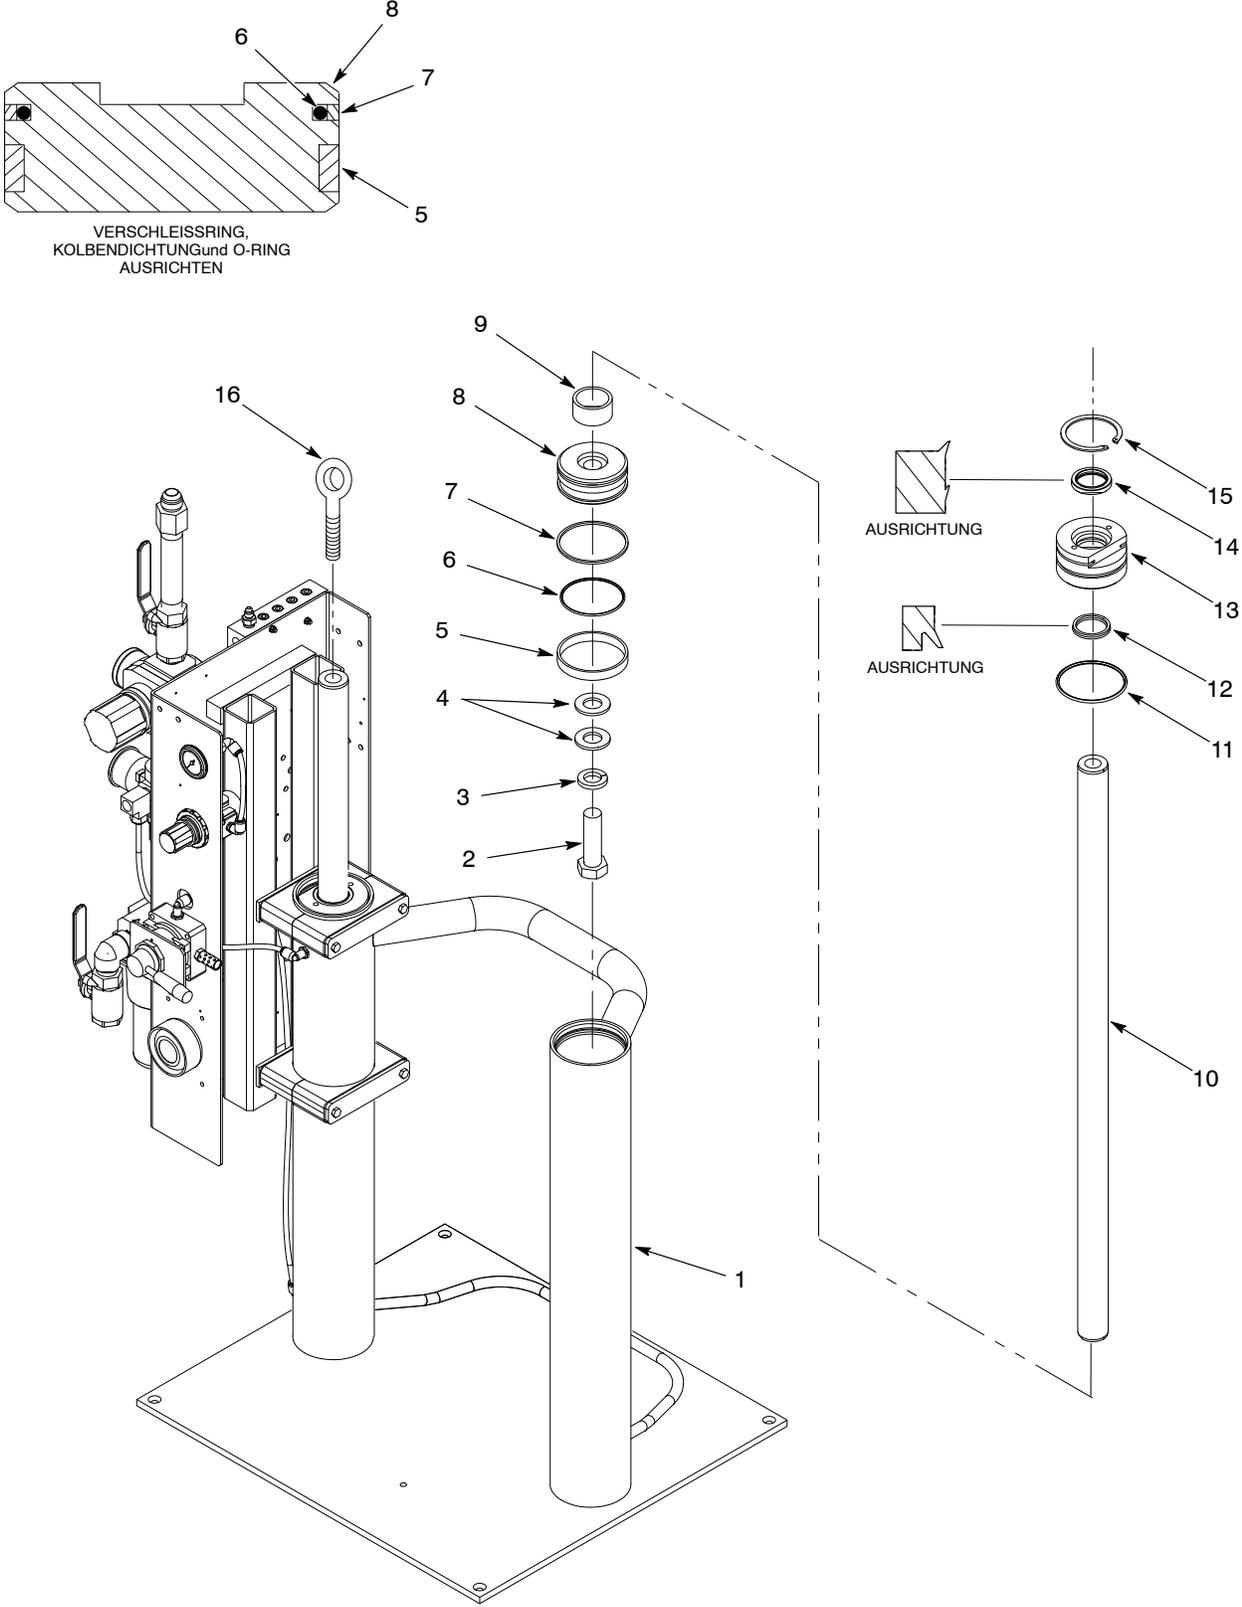

Abb.5 Zylinder am kleinen Rahmen überholen
1. Siehe Abbildung 5. Die  $\frac{7}{8}$ -14 Ringschrauben (16) in jede Zylinderstange (10) schrauben.
- a. Die Ausrichtung der Zylinderköpfe (13) notieren.
- b. Mit einer Innen-Sprengzange den Haltering (15) zusammendrücken.
- c. Den Haltering zusammengedrückt lassen und mit dem Hubgerät die Zylinderstange (10) aus dem Luftzylinder (1) nehmen.
4. Die Ringschrauben (16) von den Zylinderstangen (10) abnehmen.
5. Die Zylinderköpfe (13) von den Zylinderstangen (10) abnehmen. Die Abstreifer (14), Packungen (12) und O-Ringe (11) von jedem Zylinderkopf (13) abnehmen.
6. Die Sechskantkopfschrauben (2), Sicherungsscheiben (3) und Unterlegscheiben (4) von den Zylinderstangen (10) abnehmen.
7. Die Kolben (8) und Distanzstücke (9) abnehmen. Die Verschleißringe (5), Kolbendichtungen (7) und O-Ringe (6) von jedem Kolben (8) abnehmen.
1. Siehe Abbildung 5. Die Innenwände der Luftzylinder (1) reinigen. Sofort etwas O-Ring-Gleitmittel auftragen, um Korrosion zu verhindern.
2. Die Kolben (8), Zylinderköpfe (13) und Zylinderstangen (10) reinigen.
3. Die Zylinderköpfe (13) auf Schäden an den Zylinderkopflagern prüfen und bei Bedarf ersetzen. Das Lager wird mit dem Kopf bearbeitet.
4. Neue Packungen (12) und neue Abstreifer (14) mit Rohvaseline einfetten. Diese Teile an jedem Zylinderkopf (13) installieren.
5. Neue O-Ringe (11) mit O-Ring-Gleitmittel einfetten. Einen O-Ring an jedem Zylinderkopf (13) installieren.
6. Die Kolben (8) auf Schäden prüfen und bei Bedarf ersetzen.
7. Mit O-Ring-Gleitmittel die O-Ringe (6), Kolbendichtungen (7) und Verschleißringe (5) einfetten und an jedem Kolben (8) installieren.
1. Siehe Abbildung 5. Etwas Rohvaseline auf jede Zylinderstange (10) auftragen.
2. Die Distanzstücke (9) auf jeder Zylinderstange (10) installieren.
3. Loctite 271 auf die Gewinde der Sechskantkopfschrauben (2) auftragen. Die Kolben (8) mit den Unterlegscheiben (4), Sicherungsscheiben (3) und Schrauben auf den Zylinderstangen (10) installieren. Die Schrauben mit 190–195 ft-lb (258–264 N•m) festziehen.
4. Vorsichtig die Zylinderstange (10) bis zum Anschlag in den Luftzylinder (1) führen. Die verbleibende Zylinderstange auf die gleiche Weise installieren.
5. Die Zylinderköpfe (13) installieren:
- a. Den Haltering (15) mit der scharfen Seite nach oben auf jedem Zylinderkopf installieren. Den Zylinderkopf auf der Zylinderstange (10) installieren.
- b. Mit einer Innen-Sprengzange den Haltering (15) zusammendrücken und den Zylinderkopf in der Zylinderstange (10) installieren. Sicherstellen, dass der Haltering in der Nut am Luftzylinder (1) sitzt.
6. Die Ringschrauben (16) von den Zylinderstangen (10) abnehmen.